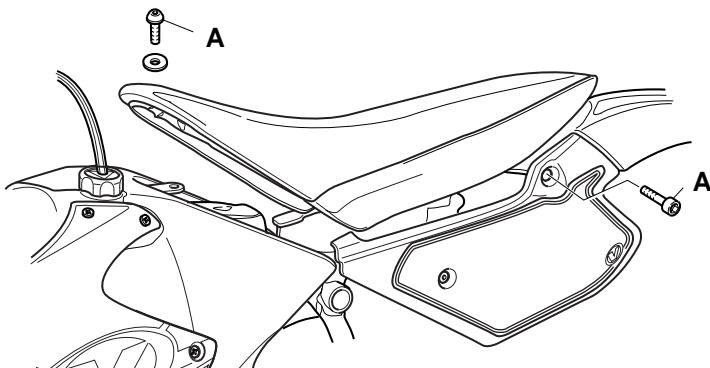

Fig. 36
1. Allentare le 3 viti "A" (Fig. 36) di bloccaggio della sella (una per lato) e sollevarla.
- Unscrewing the 3 vines "A" ([Fig. 36]) of bloking of saddle (one for side) and riseing.
- Nach Lösen der 3 Schrauben "A" (Abb.36) (zur Sattelblockierung) den Sattel heben.
- Desserrez les 3 vis "A" (Fig. 36) de verrouillage qui retiennent la selle (une de chaque côté) et la soulever.